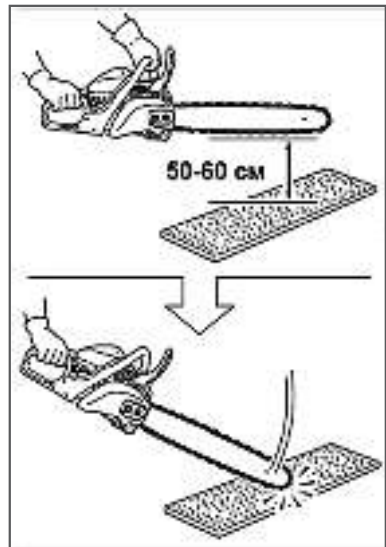

Рис. 8 Проверка инерционного тормоза
1. Возьмитесь за переднюю и заднюю рукоятку пилы и держите ее так, чтобы она располагалась на высоте 50- 60 см от испытательной поверхности (Рис. 8).